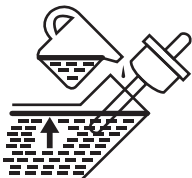

FIGURA 23: Nivel de aceite para motor
5. Inserte la tapa para llenado de aceite en el orificio para llenado de aceite, pero no la atornille (Figura 23).